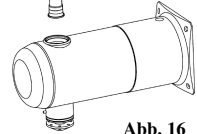

Abb. 16
- (Sofern vorhanden) Schrauben Sie mit dem Schraubenschlüssel die obere Abschlusseinheit ab und entnehmen Sie die Feder und den Magnetkern. (Abb. 16)